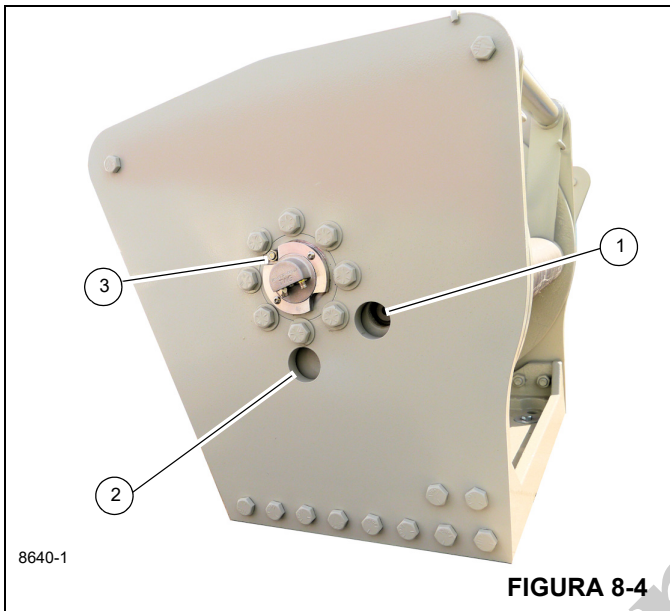

FIGURA 8-4
- Gire o tambor até que o bujão de enchimento (1, Figura 8-4) esteja visível pelo furo de inspeção.
- Remova o bujão de enchimento/nível (1) e verifique visualmente o nível do óleo. O óleo deve estar nivelado com a parte inferior do furo de enchimento/inspeção. Se for necessário mais óleo, adicione. (Consulte a Tabela 8-2.)
- Reinstale o bujão de enchimento/nível (1).
- Para abastecer com óleo, gire o tambor de maneira que o orifício de enchimento/nível da caixa de engrenagens (1, Figura 8-4) esteja visível através do furo superior.
- Remova o bujão de enchimento/nível (1) com um soquete sextavado.
- Para ajudar a adicionar o óleo, instale no furo de abastecimento (1) um tubo de 1 polegada com cotovelo.
- Remova o bujão de respiro (3) para ajudar a adicionar o óleo.
- Para drenar e adicionar novo óleo, remova o bujão de ventilação (3, Figura 8-4) para ajudar na drenagem do óleo.
- Remova o bujão do dreno (2) com um soquete sextavado.
- Instale o bujão de dreno de óleo (2).
- Instale o bujão de inspeção (1).